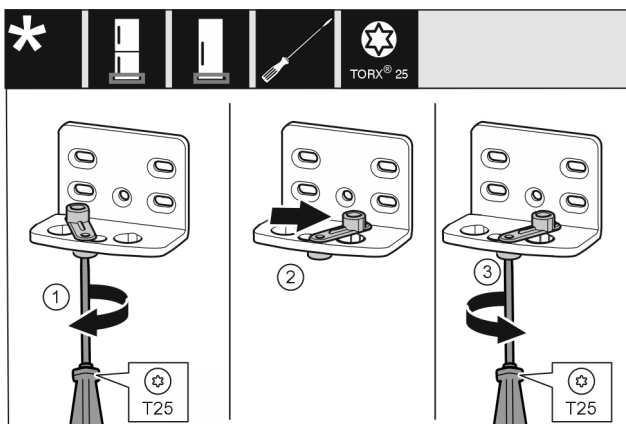

Fig. 17 *
- ▶ Afloje el tornillo Fig. 17 (1) con el destornillador.*
- ▶ Levante el dispositivo de cierre de la puerta Fig. 17 (2) y gírelo 90° a la derecha hacia el orificio.*
- ▶ Apriete el tornillo Fig. 17 (3) con el destornillador.*